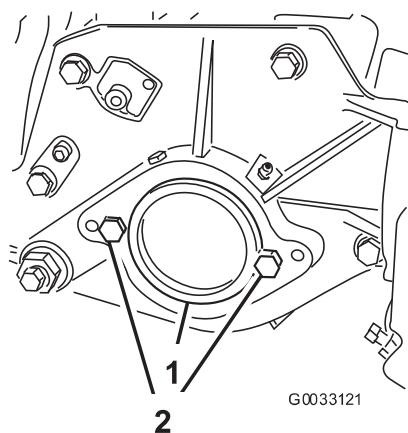

図 7
2. カッティングユニット右側のペアリング・ハウジングについているプラスチック製のプラグを外す(図7)。
3. 右サイド・プレートからキャップスクリュ(2本)を抜く。(図7)
5. カッティングユニットの左側サイド・プレートに、リール・モータ取り付け用のキャップスクリュ2本を仮止めする(図7)。